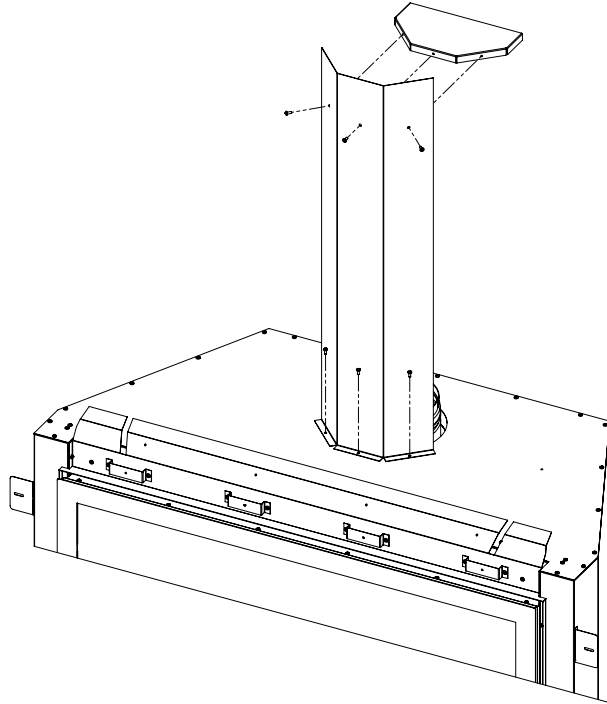

Figure 35: Boucliers D'évent
Toutes les configurations d'aération nécessitent l'installation de la ventilation verticale de l'écran thermique. Déposer les trois (3) T-20 à partir de leurs emplacements respectifs et utiliser pour fixer la protection en position (voir Figure 35).
L'évent horizontal protection thermique est nécessaire uniquement pour les configurations d'élévation verticale minimale. Utiliser trois (3) T-20 fourni pour le fixer à l'écran thermique d'aération verticale (voir Figure 35).